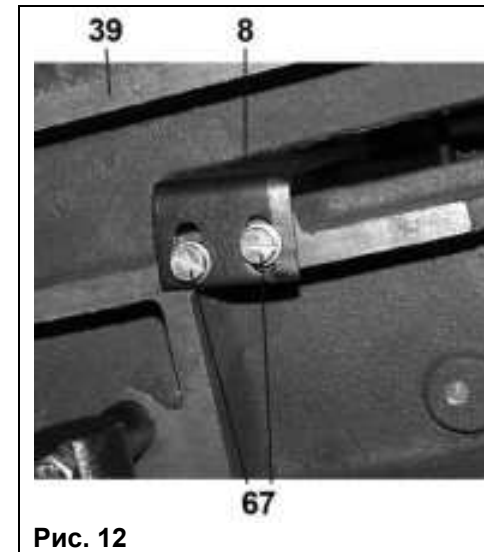
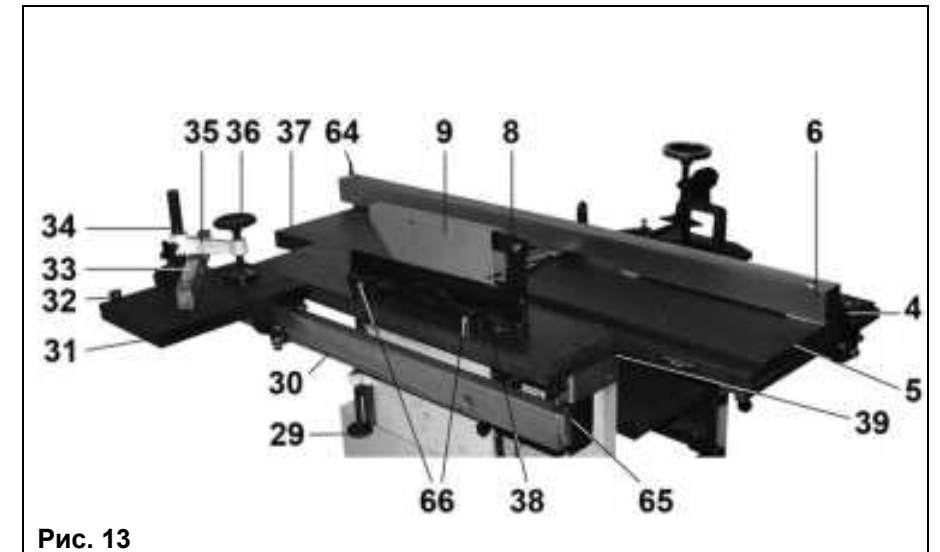

Рис. 12
Рис. 13
8.2.6. С нижней стороны распиловочного стола (39) установите и двумя установочными винтами (67) закрепите рассекатель (8), Рис. 12. На рассекателе (8) установите и закрепите защитный кожух (9), Рис. 13.
8.2.11. Установите направляющую (30) ограничительными винтами (65) вверх. Выкрутите ограничительный винт (65), на направляющую (30) установите подвижный стол (31), установите ограничительный винт (65), Рис. 13. При необходимости отрегулируйте положение подвижного стола (31).
8.2.12. На подвижном столе (31) установите и закрепите стойку (34), на стойку (34) установите угловой упор (33) и прижимное устройство (35), Рис. 13.
8.2.13. На распиловочном столе (39), в соответствии с выбранным расстоянием, строго параллельно плоскости пильного диска (7) установите и закрепите двумя установочными винтами (66) направляющий упор (38).
В зависимости от предстоящей операции – продольного пиления или торцевого пиления с использованием подвижного стола (31) - установите направляющий упор (38) с левой или с правой стороны пильного диска (7), Рис. 13.
8.2.15. На строгальном приёмном столе (5) установите в выбранном положении направляющую планку (6) строго параллельно плоскости пильного диска (7). Положение направляющей планки (6) закрепите установочным болтом (70) прижатием квадратной гайкой (71) к ребру полки (68).
Со стороны стола подачи (37) направляющую планку (6) закрепите барашковой гайкой (72) фиксатора (73), Рис. 13 -15.